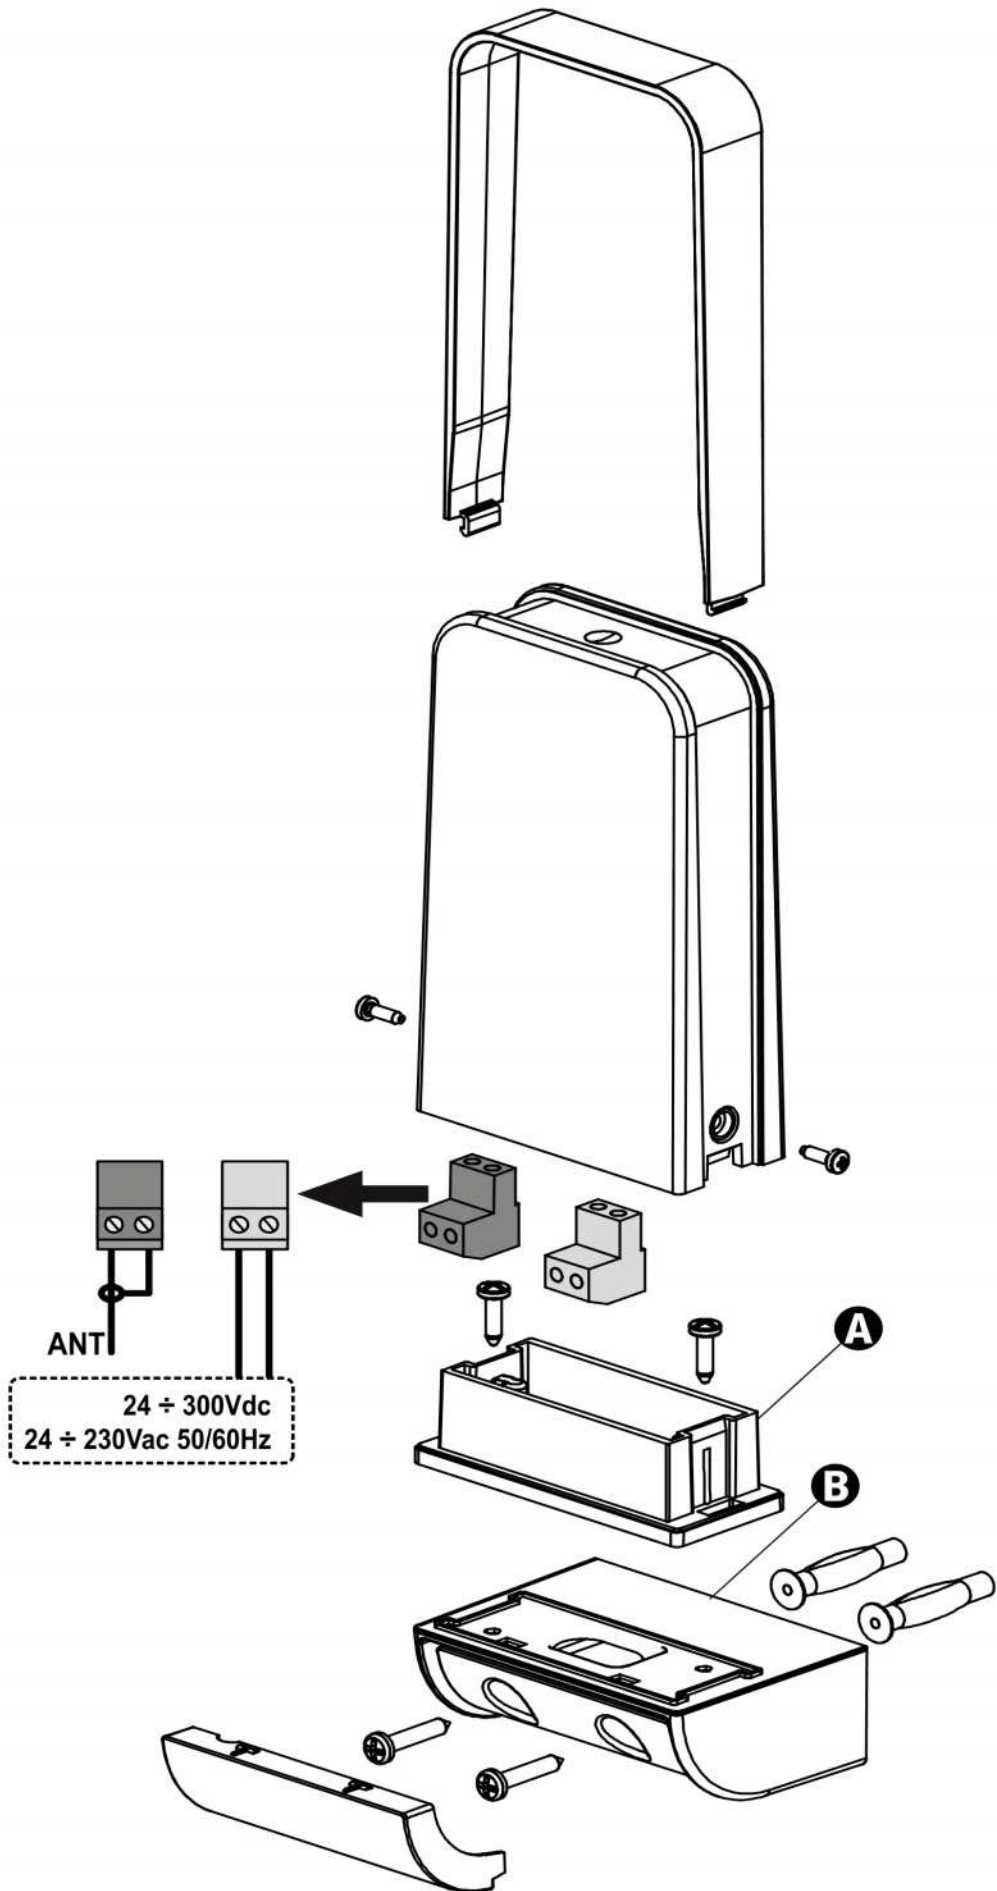

Fig. 1
Dimensiones	136 x 82 x 35 mm (Fig. 1) 167 x 82 x 60 mm (Fig. 2)
3. Abrir el contenedor de la lámpara de señalización y utilizar la base **A** para trazar los agujeros de fijación si la lámpara se instala en una superficie horizontal (Fig. 1); utilizar la **B** si se instala en una superficie vertical (Fig. 2)
Dimensões	136 x 82 x 35 mm (Fig. 1) 167 x 82 x 60 mm (Fig. 2)
3. Abrir a caixa da luz de sinalização e utilizar a base **A** para assinalar as posições dos buracos de fixação se a luz é instalada numa superfície horizontal (Fig. 1); utilizar a **B** se é instalada numa superfície vertical (Fig. 2)